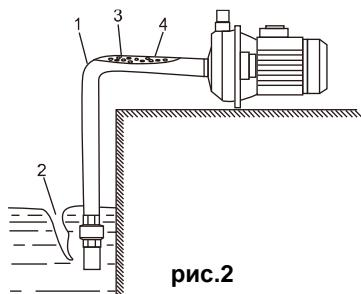

рис.2
• неправильная установка (рис. 2)